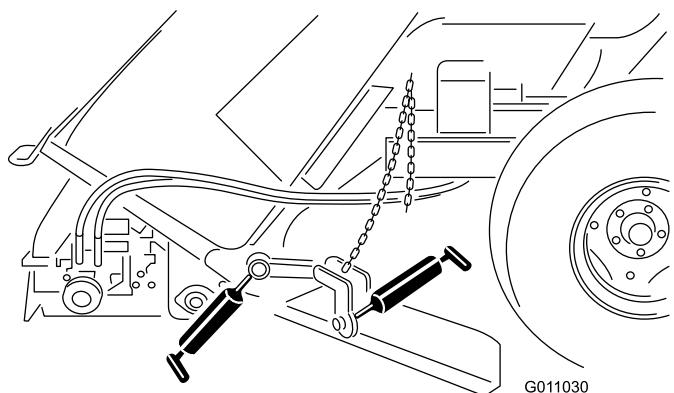

Figura 34
- Apoio da lâmina de alinhamento (Figura 34).
- Cubo da lâmina de alinhamento (Figura 34).